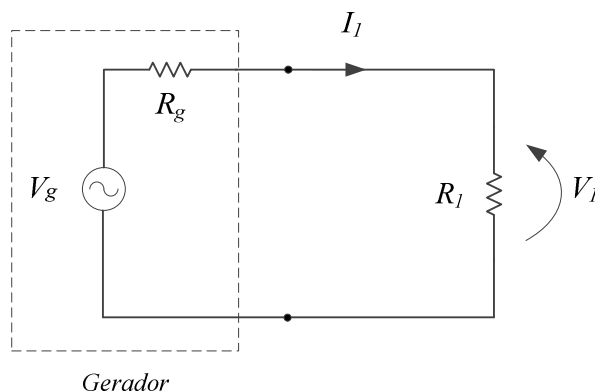

Figura 4–Circuito com carga resistiva simples.
- 1) Considere o diagrama elétrico mostrado na Figura 4.
- 3) Monte o circuito conforme o esquema elétrico da Figura 4.